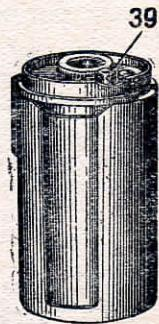

Рис. 4.
- 39. Кнопка кассеты (рис. 4)
Кассета (рисунок 4) состоит из трех частей: обоймы, гильзы и катушки.